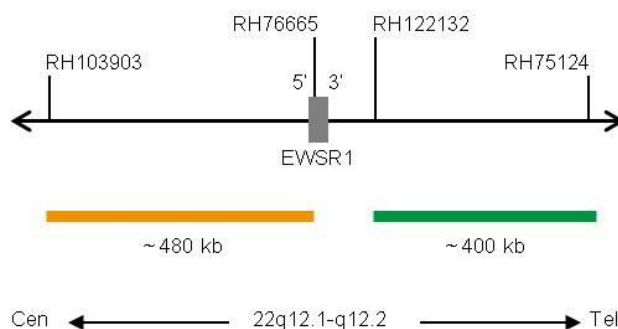

Fig. 1 : Carte de la sonde SPEC EWSR1 (pas à l'échelle)
- Polynucléotides marqués au ZyGreen (excitation 503 nm/émission 528 nm) (~10 ng/μl), qui ciblent des séquences en 22q12.2* (chr22:29,779,841-30,179,900) distale de la région des points de rupture de EWSR1 (voir figure 1).
- Polynucléotides marqués au ZyOrange (excitation 547 nm/émission 572 nm) (~4,5 ng/μl), qui ciblent des séquences en 22q12.1-q12.2* (chr22:29,191,431-29,673,440) proximale de la région des points de rupture de EWSR1 (voir figure 1).